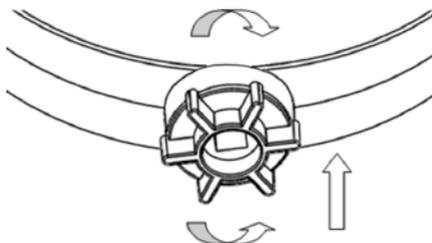

Рис. 7.1. Вертикальная регулировка.
- **Вертикальная регулировка обхвата головы:** нажмите на регулятор (См. рис. 7.1) и поворачивайте рукоять по часовой стрелке, чтобы уменьшить размер наголовника, и против часовой – чтобы увеличить. Щиток защитный лицевой должен плотно сидеть на голове.